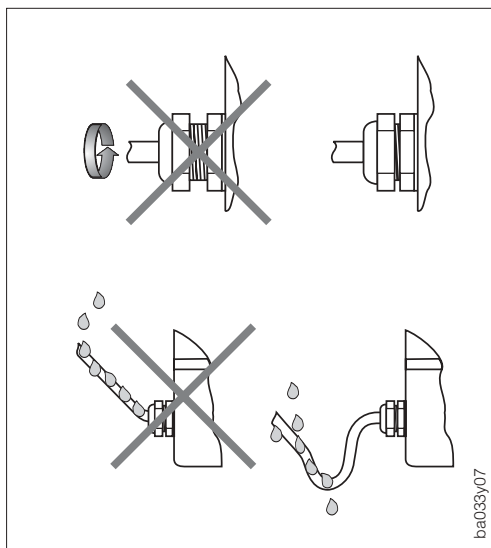

Fig. 4
- Serrer les presse-étoupe à fond, voir fig. 4.
- Afin d'éviter la pénétration de liquides dans le presse-étoupe, former une boucle avec le tronçon de câble précédant le presse-étoupe, voir fig. 4.